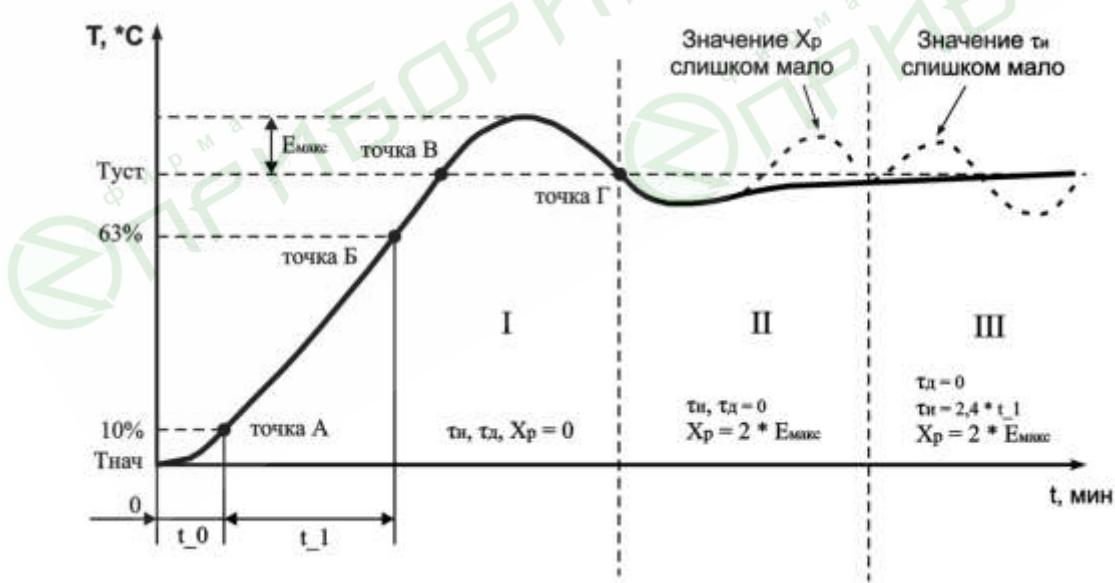

Рисунок 7.1 - Ручная настройка ПИД-регулятора
7.2.5.2.3 Установить значение параметра $cH_1 = 3$ (cH_2 , cH_3 , cH_4). После нажатия кнопки  на индикаторе отобразится мигающая надпись “ Pcd ” с соответствующим индикатором номера настраиваемого канала в течении времени 10 сек (время может меняться в зависимости от установленного времени фильтра F_E1 , F_E2 , F_E3 , F_E4). По окончанию времени регулятор выдаст непрерывный максимальный выходной сигнал и на дисплее отобразится текущая температура с точкой в младшем разряде “xxx.”. В результате чего выходное реле нагрузки будет включено до тех пор, пока не будет достигнута величина температуры равная SP ($T_{\text{уст}}$). После выключения реле нагрузки (стадия I, точка В на рисунке 7.1) некоторое время температура по инерции будет продолжать увеличиваться. Как только контролируемая температура опустится ниже SP ($T_{\text{уст}}$), процесс автонастойки заканчивается (точка Г рисунок 7.1), на дисплее отображается непрерывная надпись “ Pcd ”. ТР-101 вычисляет коэффициенты ПИД регулятора: полосу пропорциональности X_p , постоянную времени интегрирования τ_i , постоянную времени дифференцирования τ_d . После окончания автонастойки необходимо нажатием кнопки  перевести прибор в режим программирования, в котором можно посмотреть и скорректировать полученные значения коэффициентов.
7.2.6.3.6 Измерить максимальное значение перерегулирования между точками В и Г (Е_{макс}. рисунок 7.1).